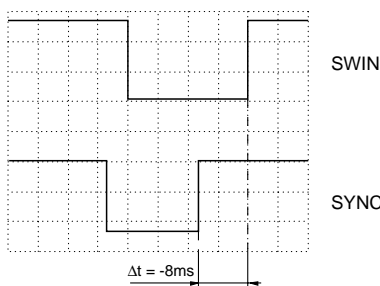

Fig. 23
- A l'aide des touches "+" / "-" régler l'intervalle de temps entre l'impulsion de commutation CTL à  $\Delta t = -8ms$  (Fig. 23).
- Using the "+" / "-" buttons set the time interval between the head pulse and the rising edge of the CTL pulse to  $\Delta t = -8ms$  (Fig. 23).